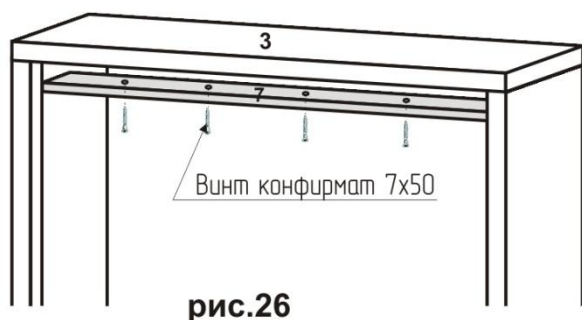

рис.26
21. Установить в короб кровати планку стопор. Закрепить планку (7) к верху (3) кровати с помощью винтов конфирматов 7х50 (рис.26). Приклеить клеевые заглушки на конфирматы.